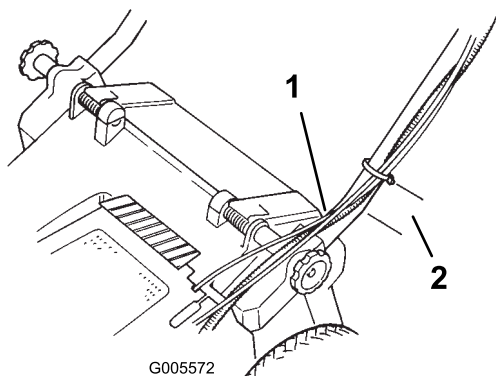

Bild 5
7. Sie die Kabelbinde 25 mm vom Bogen im Griff, siehe Bild 5.